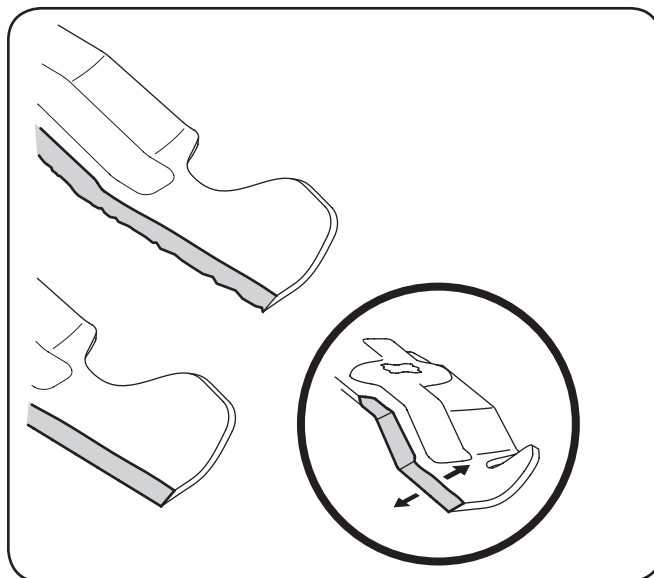

Figure 7-6
4. Pour aiguiser les lames, éliminez la même quantité de métal des deux extrémités sur le côté tranchant. Aiguissez le bord tranchant sur toute sa longueur, parallèlement au bord arrière, soit à un angle de 25° à 30°. Il est essentiel d'aiguiser les tranchants de façon égale pour conserver une lame bien équilibrée. Voir la Figure 7-6.